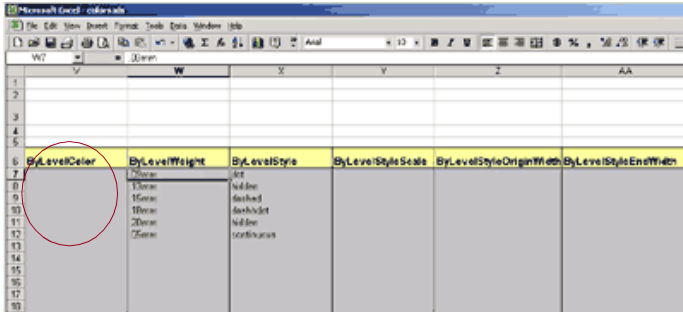

Figure 2
- Dans le même onglet, renseignez au besoin les colonnes ByLevel (style, poids, échelle, etc.), mais laissez la colonne ByLevelColor vide (voir figure 2).